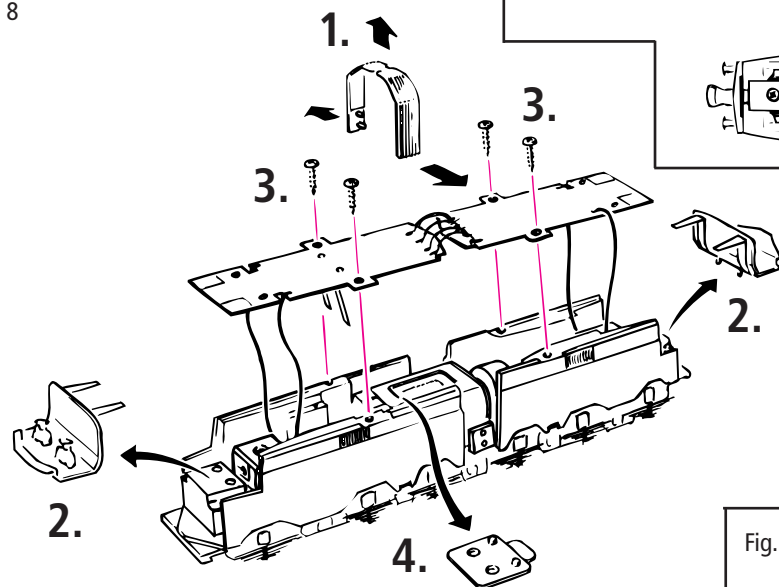

Fig. 9
4. Haftreifenwechsel: Zuerst den Getriebedeckel abnehmen (Fig. 6). Danach den **Radsatz** herausnehmen und den **Haftreifen** mit einer Nadel oder mit einem feinen Schraubendreher abziehen (Fig. 9). Beim Aufziehen des neuen Haftreifens bitte darauf achten, dass dieser sich **nicht verdreht**.
4. Échange des bandages d'adhérence: Démontez d'abord le **couvercle du carter** des engrenages (fig. 6). Délogez ensuite les essieux bandagés et enlevez, à l'aide d'une aiguille ou d'un tourne-vis fin les bandages d'adhérence (fig. 9). Lors du montage des nouveaux bandages veuillez veiller à ce que les bandages **ne soient pas tordues**.
4. Sostituzione gomme: Per prima cosa rimuovere la copertura dei carrelli (fig. 6). Dopodiché estrarre la ruota e sfilare la gomma con un ago o un cacciavite fine (fig. 9). Nel montare le nuove gomme, fate attenzione a non torcerle.